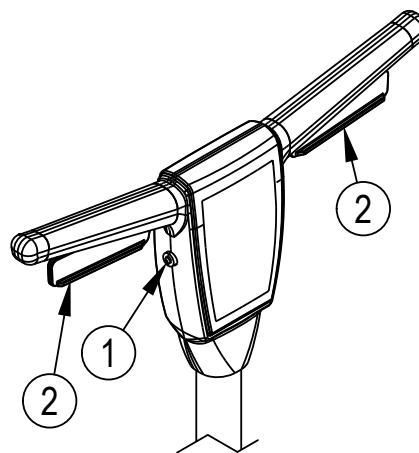

Figure 4
3. Pousser sur le bouton de verrouillage (1) et appliquer une pression des mains sur les leviers (2). Pour arrêter l'appareil, relâchez les leviers (Voir fig. 4).